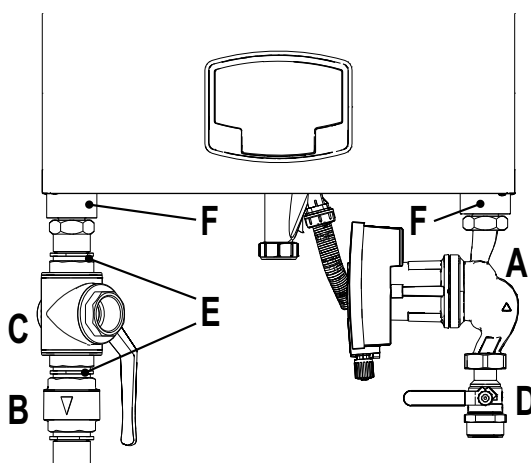

рис. 34- Котел с установленными комплектами
- Настройка Dp-v пропорционального напора (рис.34)
- арт. 042070X0 - КОМПЛЕКТ ВЫСОКОПРОИЗВОДИТЕЛЬНОГО ЦИРКУЛЯЦИОННОГО НАСОСА - 7 м (А - рис. 34)
- арт. 042071X0 - КОМПЛЕКТ ВЫСОКОПРОИЗВОДИТЕЛЬНОГО ЦИРКУЛЯЦИОННОГО НАСОСА - 10 м (А - рис. 34)
- 1 НЕВОЗВРАТНЫЙ КЛАПАН - Гнездовое 1"1/2 (В - рис. 34)
- 2 3-ХОДОВОЙ ВЕНТИЛЬ - Гнездовое 1"1/2 (С - рис. 34)
- 3 ВЕНТИЛЬ Штыревое/гнездовое 1"1/2 (D - рис. 34)
- 4 СОЕДИНИТЕЛЬНЫЙ ПАТРУБОК 1"1/2 (E - рис. 34)
- 5 Соединительные трубы подачи и возврата 1"1/2 (F - рис. 34)